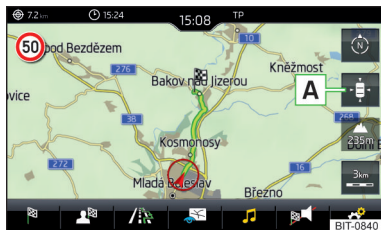

Fig. 227
► Para el **centrado del mapa**, pulsar la superficie funcional  **A** » fig. 227.